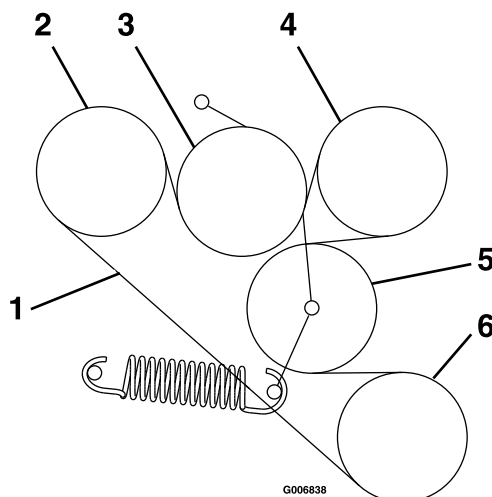

Figura 58
- Enrute la correa nueva sobre las poleas según lo indicado en la calcomanía situada en la parte trasera del protector izquierdo de la transmisión (Figura 58).